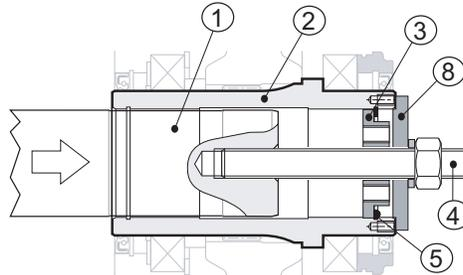

Fig. 15
Después introducir en su alojamiento primero el fondo (pos. 3) y luego el seeger para interiores (pos. 5). Llegados a este punto, apretando la tuerca de la barra roscada, se llevan los dos ejes en contacto entre ellos (ver Fig. 15 (p. 26)).